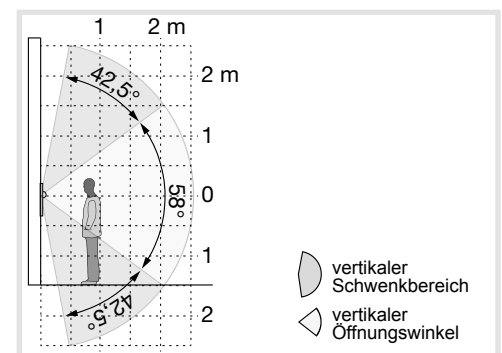

Bild 14: Vertikale Kameraausrichtung
Um das Kamerabild an die Gegebenheiten vor Ort anzupassen, kann die Kamera ausgerichtet werden (Bild 14 und 15).
- Kamera ausrichten (Bild 14/15).
- Kamera mit der Schraube (4) wieder fixieren.